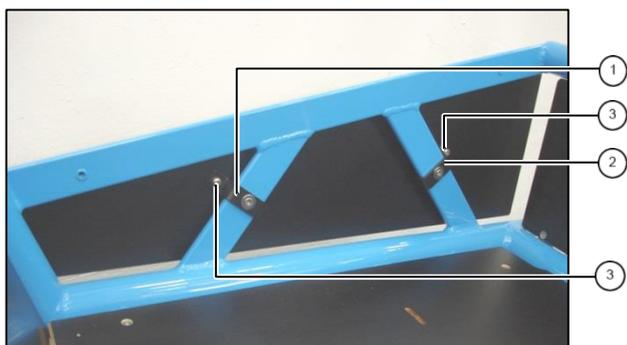
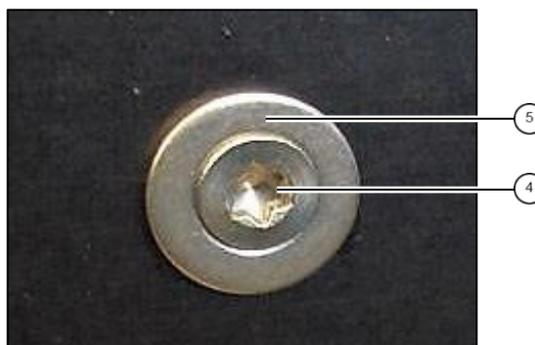

Abb. 1: montierte rechte Seitenwand
Abb. 2: Verschraubung
1. Schellen ① und ② gemäß Abb. 1 am Rahmen platzieren und mit Schrauben ④ und Unterlegscheiben ⑤ locker anschrauben (siehe Abb. 2). Die vorderen Schellen ① zeigen nach vorne, die hinteren Schellen ② zeigen nach hinten.
2. Rechte Seitenwand mit den Gummischützern nach links zeigend positionieren und Schrauben ③ vorsichtig und rechtwinkling in die Seitenwand schrauben. Schrauben noch nicht ganz festziehen.
3. Seitenwand endgültig ausrichten und Schrauben ③ und ④ festziehen. **Anzugsmoment 2 bis 3 Nm.**